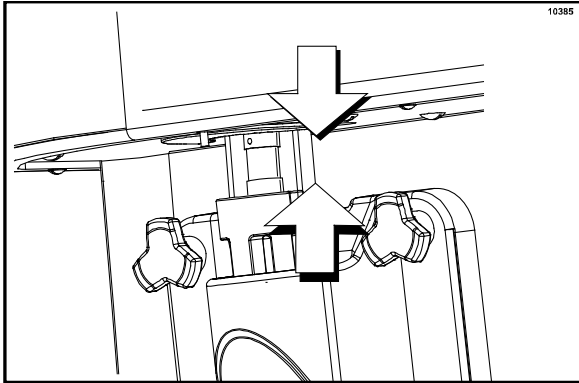

Figure 125
15. Soulever la bague de blocage de l'accouplement du centrifugeur et insérer l'arbre du centrifugeur dans la cavité de l'accouplement, jusqu'à ce que la bague de blocage puisse tomber en position de verrouillage (Cf. Figure 125).